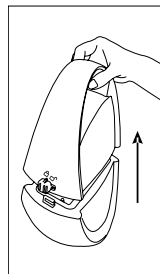

Рис. 4-1
1. Переведите рычаг фиксации резервуара для воды в положение «» и снимите резервуар, держа устройство в вертикальном положении (Рис. 4-1).